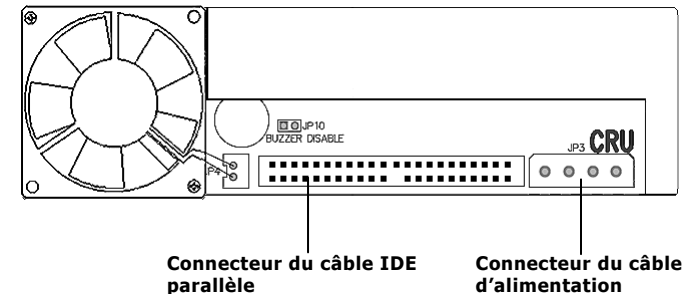

Figure 3 – Vue arrière du périphérique DataPort IDE parallèle
8. Localisez le câble de transfert de données et branchez-le au connecteur au dos du châssis (voir figures 3 et 4).